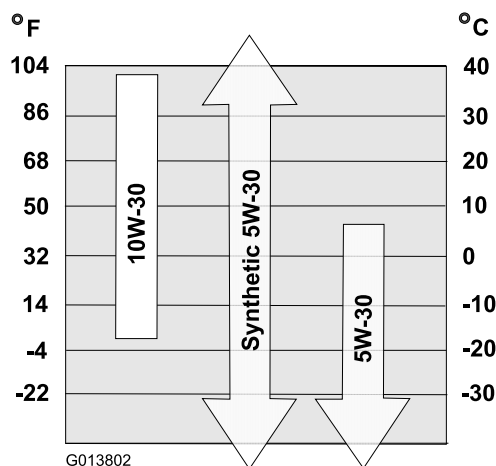

Figura 22
Viscosità dell'olio	Vedere Figura 22.
6. Consultate la Figura 22 per scegliere l'olio con la viscosità più adatta alla temperatura esterna prevista: